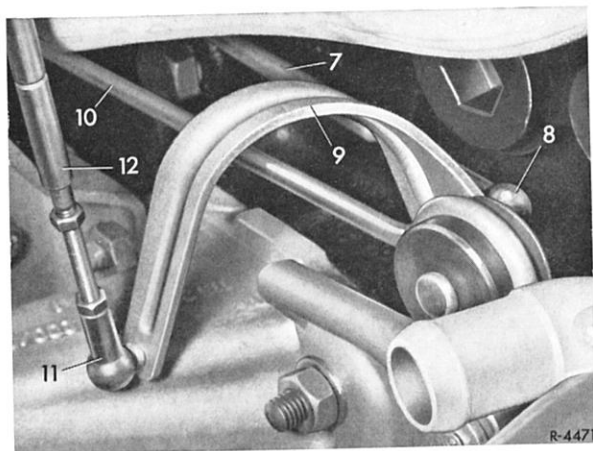

Bild 07-3/7
Bei **Fahrzeugen mit automatischem Getriebe** Motor im Leerlauf laufen lassen. Regulierstange (12) mit der Kugelpfanne so einstellen, daß die Regulierstange in ganz ausgezogenem Zustand spannungsfrei eingehängt werden kann (Bild 07-3/7).